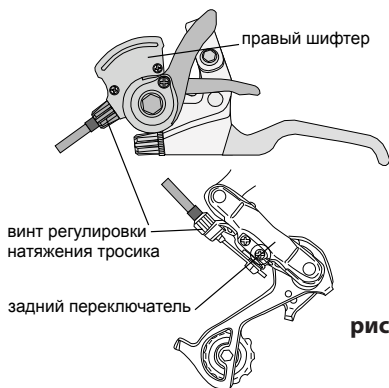

рис. 19
3. закрутите винт регулировки натяжения троса до конца и выкрутите на два оборота (рис. 19)
8. с помощью регулировочного винта тонкой настройки на шифтере (или переключателе) добейтесь четкой работы заднего переключателя (рис. 19).